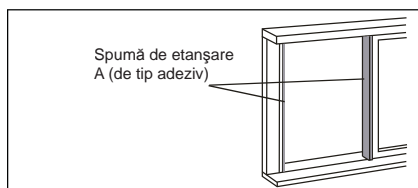

Fig. 18
1. Tăiați spumele de etanșare (de tip adeziv) la lungimile corecte și prindeți-le de cadrul ferestrei. Consultați Fig. 18.